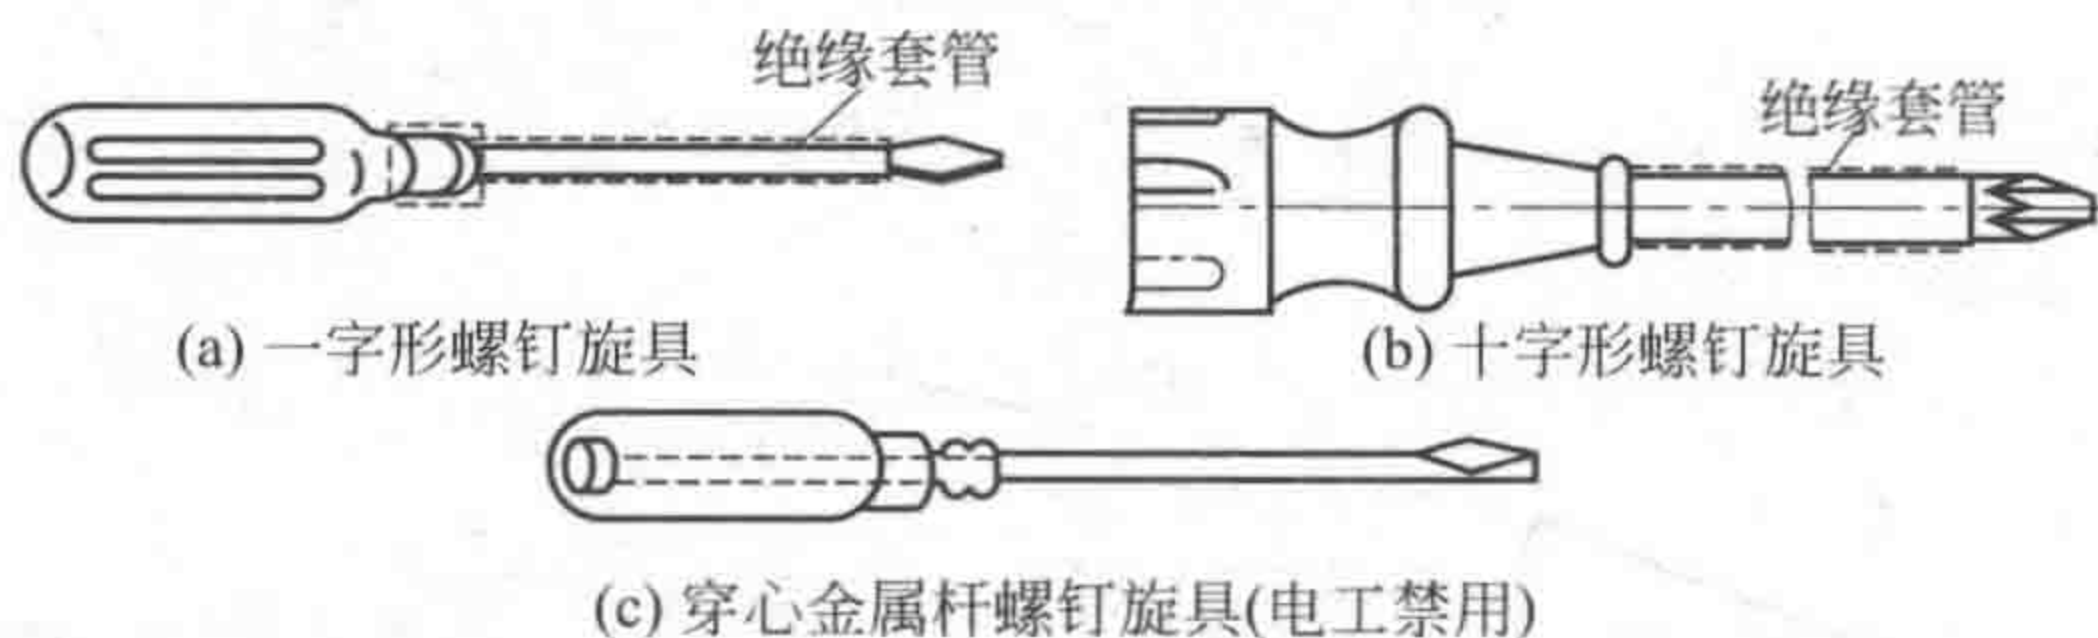

图 1-4 螺钉旋具
螺钉旋具又称旋凿、起子、改锥、螺丝刀，它是一种紧固和拆卸螺钉的工具。螺钉旋具的式样和规格很多，按头部形状可分为一字形〔图 1-4(a)〕和十字形〔图 1-4(b)〕两种。
① 电工不可使用金属杆直通柄顶的螺钉旋具 [图 1-4(c)]，使用螺钉旋具紧固或拆卸带电的螺钉时，手不得触及螺钉旋具的金属杆，否则，很容易造成触电事故。
② 为了防止螺钉旋具的金属杆触及皮肤或触及邻近带电体，应在金属杆上套上绝缘管。
(4) 钢丝钳